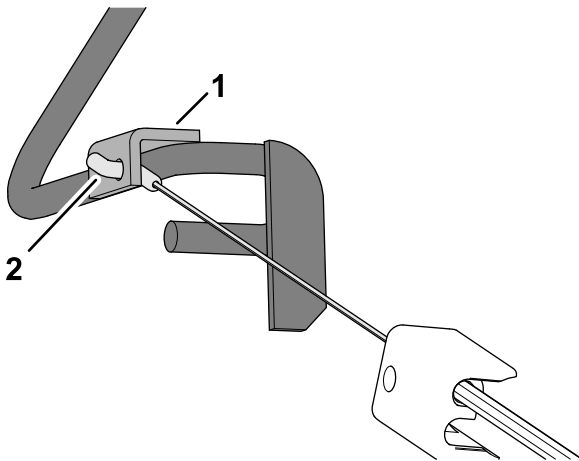

Рисунок 11
3. Вставьте фитинг тросика в отверстие кронштейна штанги контроля присутствия оператора, как показано на Рисунок 11.